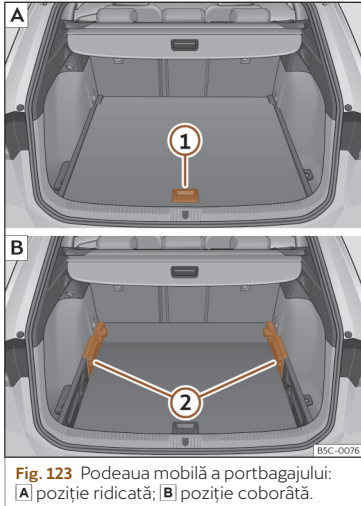

Fig. 123 Podeaua mobilă a portbagajului:
- Pentru a trece de la poziția inferioară la poziția superioară, ridicați podeaua de mânerul >>> fig. 123 ① și trageți-o înapoi până când partea din față a podelei trece complet de suportii >>> fig. 123 ②.
- Deplasați podeaua în față peste suportii, până la spătarul banchetei din spate și apoi coborâți podeaua folosind mânerul ①.
- Pentru a trece de la poziția superioară la cea inferioară, ridicați podeaua de mânerul >>> fig. 123 ① și trageți-o înapoi până când partea din față a podelei trece complet de suportii >>> fig. 123 ②.
- Ridicați podeaua variabilă în poziția superioară folosind mânerul >>> fig. 123 ①, ridicați-o și apăsați-o spre spătarul banchetei, până când se pliază pe linia balamalei și partea mobilă a acesteia se sprijină sub greutatea proprie.